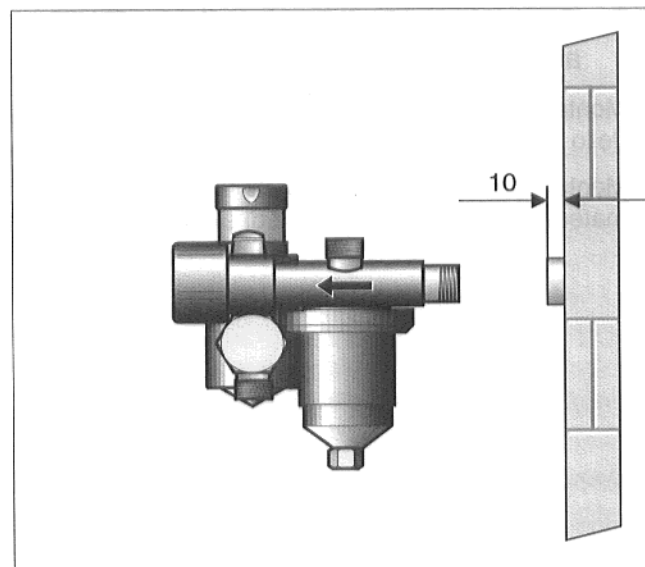

Fig. 6: gruppo di sicurezza
- Collegare il gruppo di sicurezza con il nipplo a vite. Tenere presente la guarnizione e la direzione del flusso (Fig. 6).